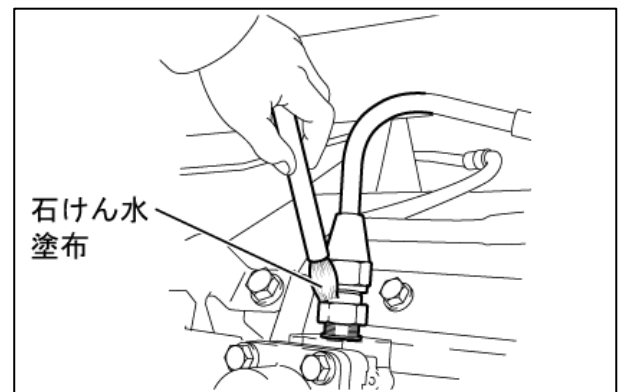

図9
- d. 配管接続部に石けん水を塗布して、燃料漏れがないことを確認する。(図9参照)